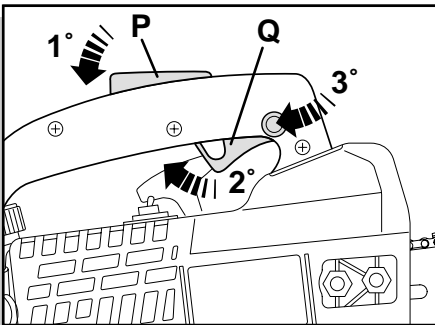

fig. 7
- Engate a trava do acelerador pressionando com a palma da mão o gatilho de segurança P e accionando o controle de aceleração Q (fig. 7),